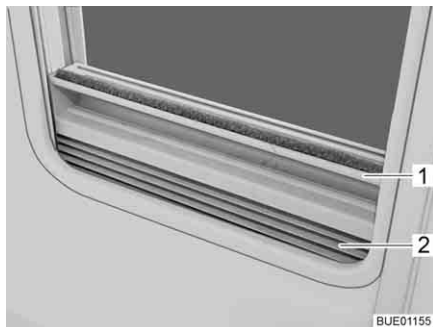

Bild 47 Plisségardin
- Ta tag i mitten på plisségardinens (Bild 47,2) list (Bild 47,1) och drag den nerifrån och upp och släpp loss den vid önskad höjd. Plisségardinens stannar på denna höjd.